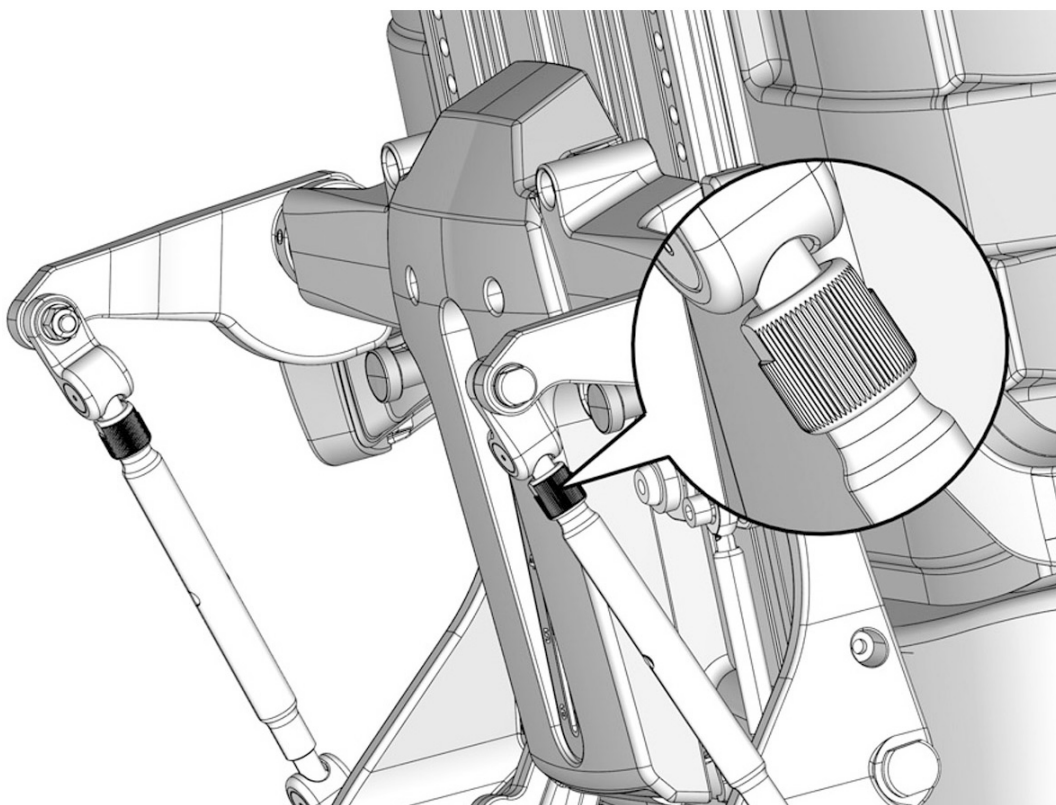

Bild 140. Justera armstödens vinkel genom att vrida på justerstängerna. Justerstängernas inställning fixeras av kontramuttrar.
1. Lossa kontramuttern på aktuell justerstång. Se bild. 140.
2. Justera armstödens vinkel genom att vrida på justerstängerna. Se bild. 140.
3. Fixera i önskad position genom att dra åt kontramuttern. Se bild. 140.